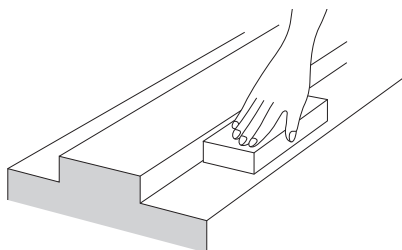

图21
(1) 用油石来清除底座LM轨道安装面上的毛刺或毛边。(图21)